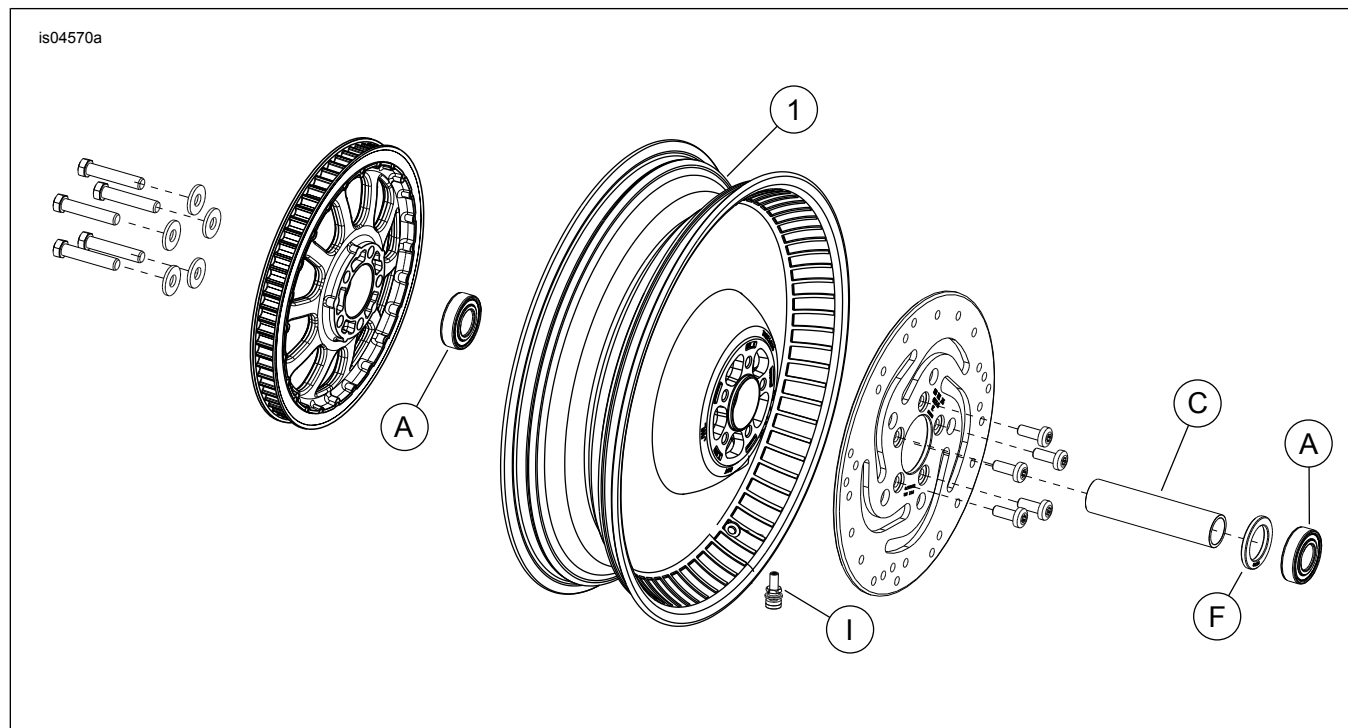

Figura 1. Peças de reposição: Rodas traseiras Deuce
Veja a Figura 1 e as tabelas de peças de reposição.
2. Veja a Figura 1. Instale o conjunto da haste de válvula (I) na roda. Consulte a seção PNEUS no Manual de serviço.